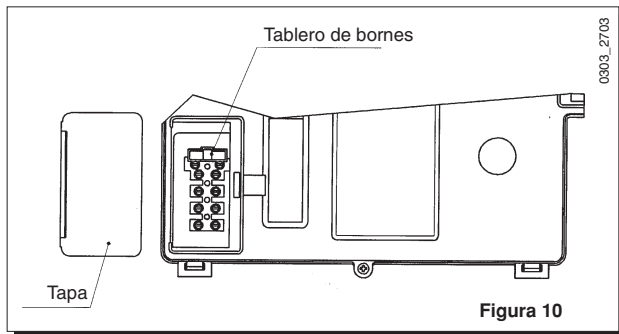

Figura 10
- remover el tapa y acceder a la zona conexiones eléctricas (figura 10).